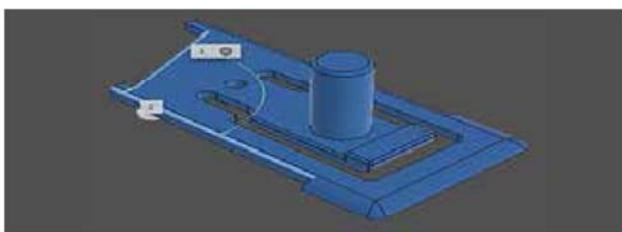

图 2-84
(1) **测量**: 报告选定对象的距离、角度、面积或位置数据。选择顶点、边、面、实体或零部件，如图 2-84 所示。